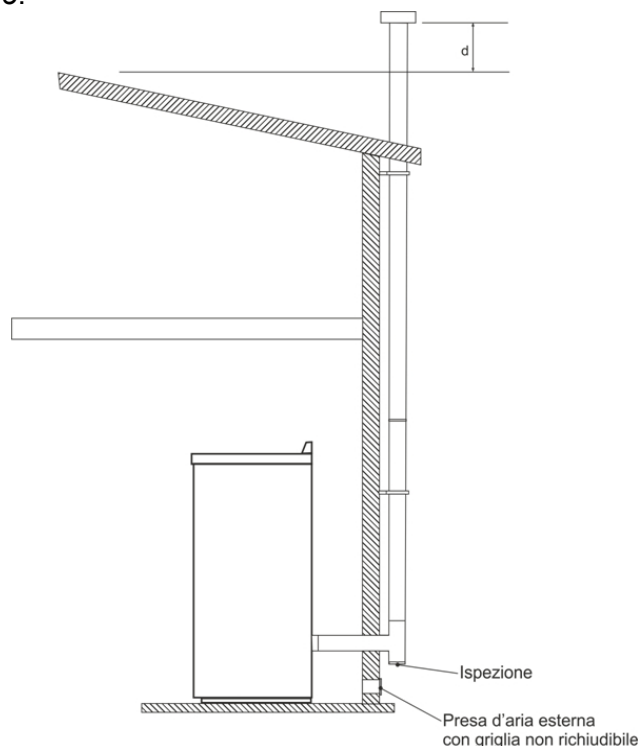

Fig. 13
- Per i condotti devono essere utilizzati solo tubi isolati (**doppia parete**) in acciaio inox fissati all'edificio (*fig. 13*).
Nel caso in cui si voglia utilizzare un condotto fumi esterno si deve adottare la soluzione rappresentata nella *fig. 13*.